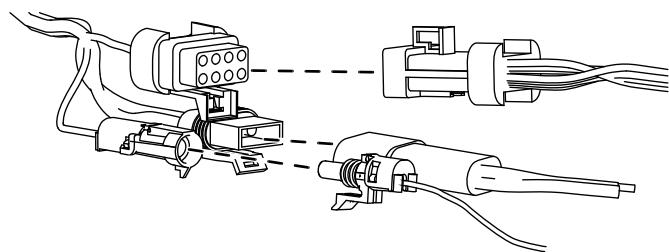

Figura 6
2. Conecte el arnés al arnés de la cabina (Figura 6).